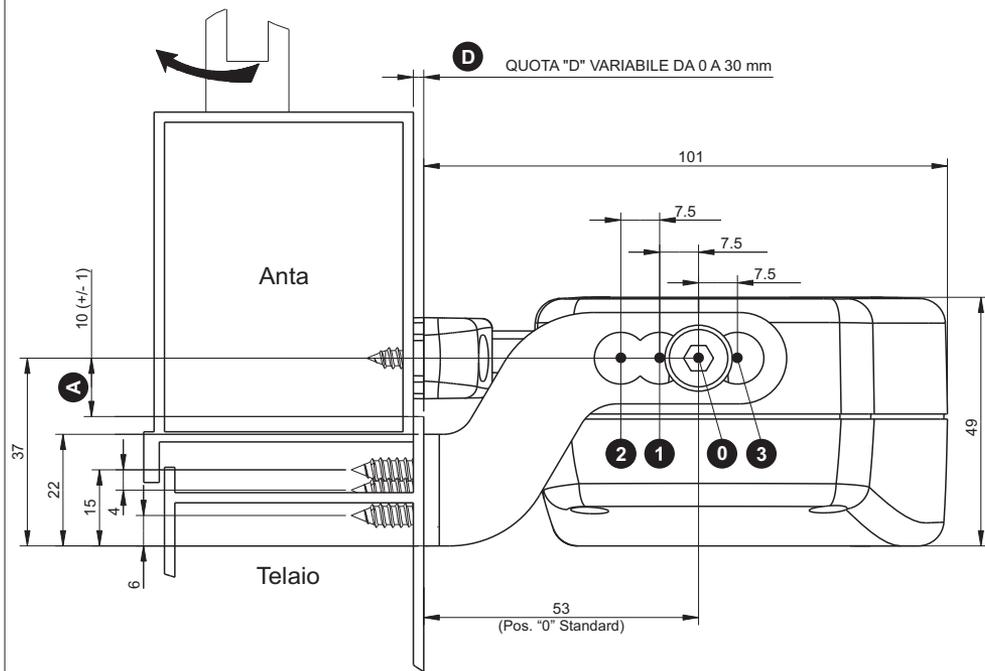

Fig.6b
VERIFICARE CHE LA DISTANZA "D" TRA IL TELAIO DEL SERRAMENTO (SU CUI È PREVISTO IL FISSAGGIO DELL'ATTUATORE) E L'ANTA DEL SERRAMENTO (SU CUI È PREVISTO IL FISSAGGIO DELLA STAFFA) SIA COMPRESA TRA 0 mm E 30 mm PER IL MONTAGGIO A SPORGERE (V.FIG.6a) E TRA 0 mm E 22 mm PER IL MONTAGGIO A VASISTAS (V.FIG.6b).
- 5) **Fig.29**- Allineare la staffa per apertura vasistas con la mezzeria della finestra utilizzando, come riferimento, il foro centrale delle viti di fissaggio e posizionando la staffa per apertura vasistas ad una quota **E** (**v. Fig.6b**) e segnare i punti di foratura;
- 7) **Fig.32**- Fissare con le due viti in dotazione (**Rif.1**) l'attuatore alla staffa di attacco al serramento nella posizione "0" (**v. Fig.6b**) e svitare la vite di regolazione terminale catena;
- 8) **Fig.33**- Scegliere la posizione dell'attuatore rispetto la staffa di attacco al serramento (v. **Fig.6b**) e agganciare il terminale catena alla staffa per apertura vasistas;